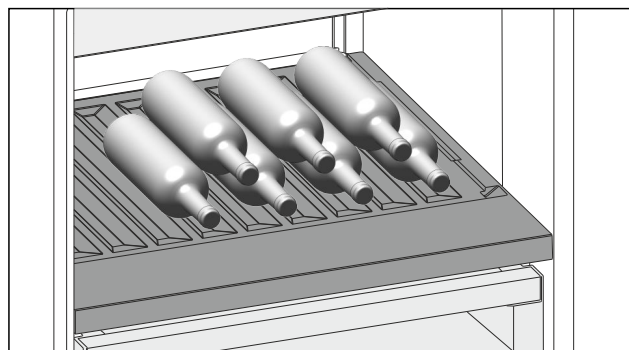

Fig. 144
- ▶ Flaschen mit dem Boden nach hinten zur Rückwand einlegen. (siehe Fig. 144)